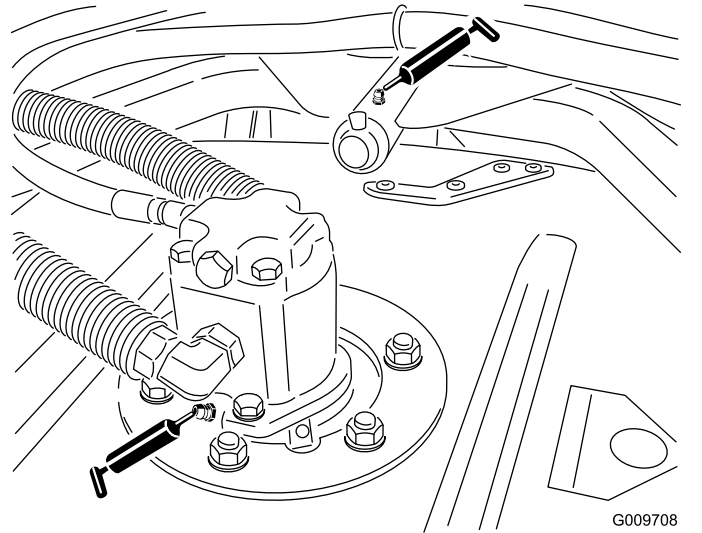

Figura 39
- Cojinetes del eje de la unidad de corte (2 por unidad de corte) tal y como se muestra en la Figura 39
- Cojinetes de los brazos de tiro de las unidades de corte (1 por unidad de corte) tal y como se muestra en la Figura 39